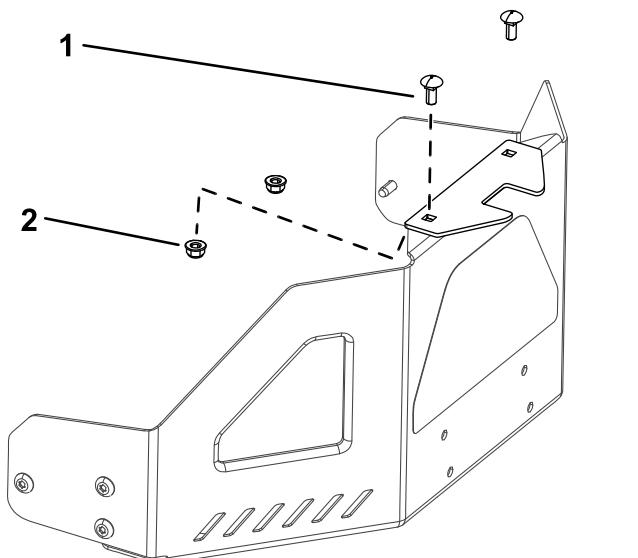

図 5
- エンジンガードにスタビライザブラケットを取り付けるキャリッジボルト 5/16 x 3/4" 2本とロックナット 5/16" 2個を使用する図 5。